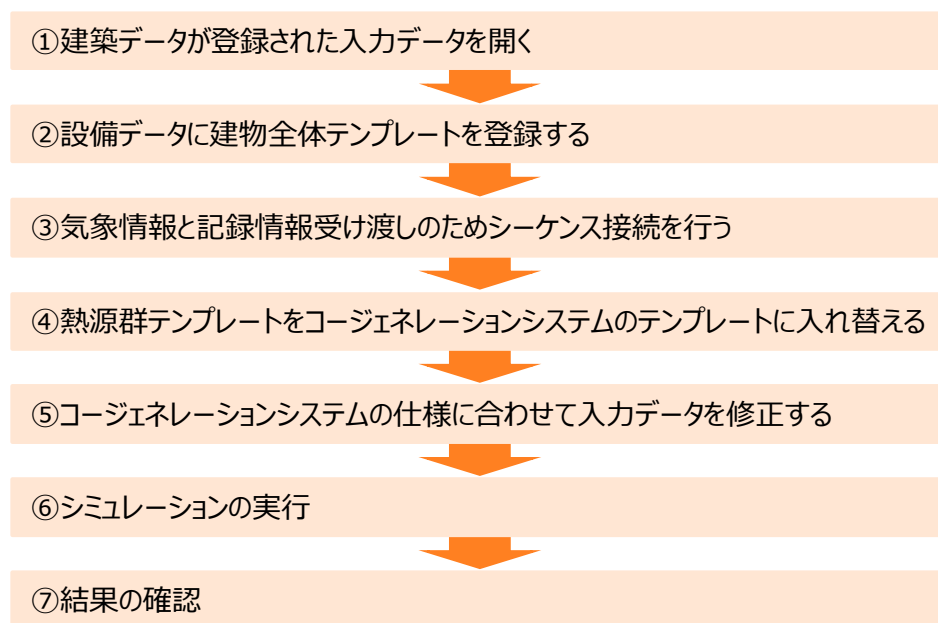

図 2.2.1 コージェネレーションシステムの入力データの作成手順
コージェネレーションシステムの入力データの作成手順を図 2.2.1 に示します。本マニュアルでは図 2.2.1 の手順に沿って解説を行います。まず建築データが登録された入力データを開き、設備データに建物全体テンプレートを登録します。建物全体テンプレートの熱源群テンプレートをコージェネレーションシステムのテンプレートに入れ替えることで、コージェネレーションシステムの入力データを作成します。なお図 2.2.1 の手順のうち「⑤コージェネレーションシステムの仕様に合わせて入力データを修正する」については、「4.入力データのカスタマイズ方法」で詳しく解説していますので、そちらをご参照ください。